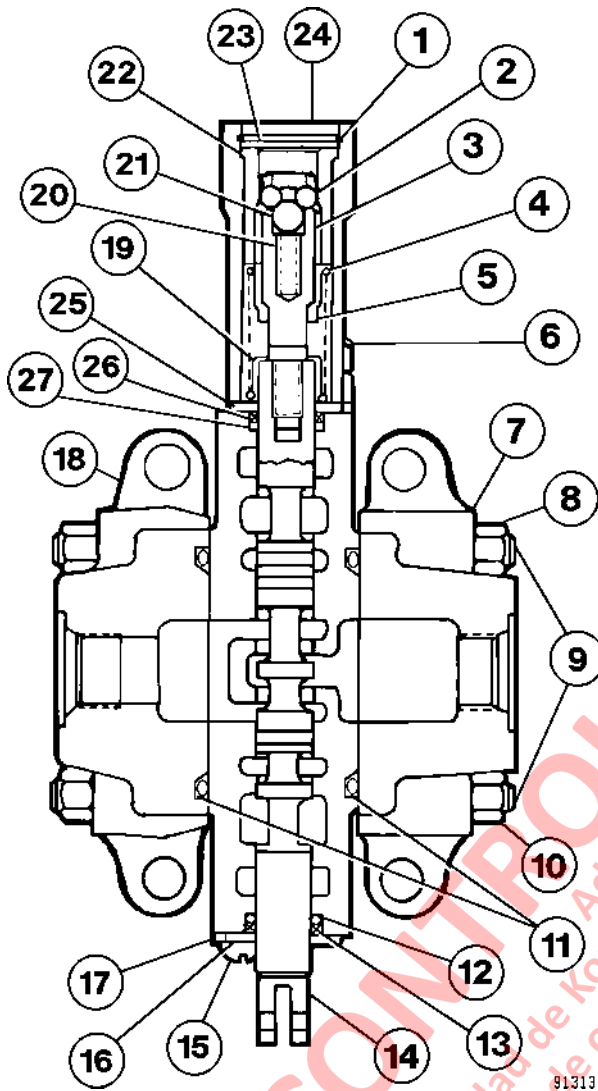
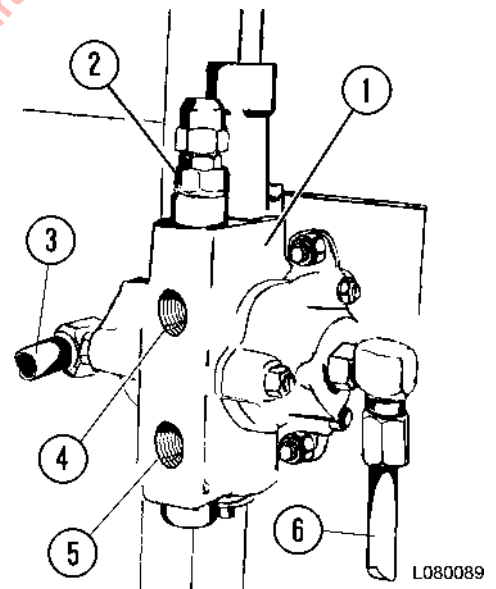

FIGURA 8-13. VALVULA PILOTO DE IZAJE
FIGURA 8-14. VALVULA DE ALIVIO
2. Saque el perno de máquina (15, Figura 8-13), la placa del sello (16), el limpiador (13) y el O-Ring (12)
3. Saque el anillo de retención (1), los pernos (6), la tapa (24), el espaciador (23) y la camisa de retén (22). Las bolas de detención (2) y (21) caerán libremente cuando se saquen la tapa y la camisa de retén. Separe la tapa (24), el espaciador (23) y la camisa de retén (22), ya que se necesitarán para reensamblar.
4. Deslice cuidadosamente el carrete (14) de la caja del carrete (17). Desmonte el retén del sello (25), el limpiador (26) y el O-Ring (27) del carrete.
5. Inserte una varilla en los orificios cruzados del pasador de retén (3) y destornille el carrete (14). Presione levemente contra el pasador de retén a medida que se desengancha y se libera la tensión del resorte.
6. Saque los asientos del resorte (19), el resorte (4) y el espaciador (5).
7. Desmonte la válvula de alivio (2, Figura 8-14) de la caja del carrete (1).
9. Saque las tuercas (8) y (10, Figura 8-13) y desmonte los vástagos de enlace (9). Separe las cajas de la válvula. Saque el O-Ring (11). Saque la retención del cabezal móvil y el resorte (ubicados en el costado de la caja de la caja del carrete) de la caja del carrete.
4. Inspeccione el carrete (14, Figura 8-13). El carrete no debe tener marcas longitudinales, mellas o ranuras.
5. Pruebe el carrete (14) en la caja del carrete para ver si calza. Debe calzar libremente y girar una vuelta completa sin pegarse.
6. Coloque un O-Ring nuevo (27, Figura 8-13) y el limpiador (26). Monte el retén del sello (25).
7. Monte el espaciador (5), los asientos del resorte (19) y el resorte (4). Atornille el pasador de retén (3) en el carrete (14). Se requerirá una leve presión para comprimir el resorte de retén. Apriete el pasador de retén a **10 N.m 89 in. lbs.** Monte el resorte (20).
9. Aplique grasa a los orificios cruzados del pasador de retén (3) para sostener las bolas (21) y (2).
10. Deslice la camisa de retén (22) en la tapa (24) y coloque sobre un punzón. Use el punzón para presionar la bola (21) e inserte las bolas (2) en los orificios cruzados del pasador de retén.
11. Mientras sostiene la bola (21), deslice la camisa de retén (22) y la tapa (24) como un conjunto sobre el pasador de retén (3). Continúe insertando la camisa de retén (22) hasta que haga contacto con el asiento del resorte (19).
12. Asegure la tapa (24) en su lugar con pernos (6). Apriete los pernos (6) a **7 N.m (62 in. lbs.)**. Monte el espaciador (23) y el anillo de retención (1).
13. Instale un O-Ring nuevo (12) y el limpiador (13). Monte la placa del sello (16) y los pernos pulidos (15).
14. Usando anillos de goma nuevos, monte la válvula de alivio (2, Figura 8-14) en la caja del carrete.